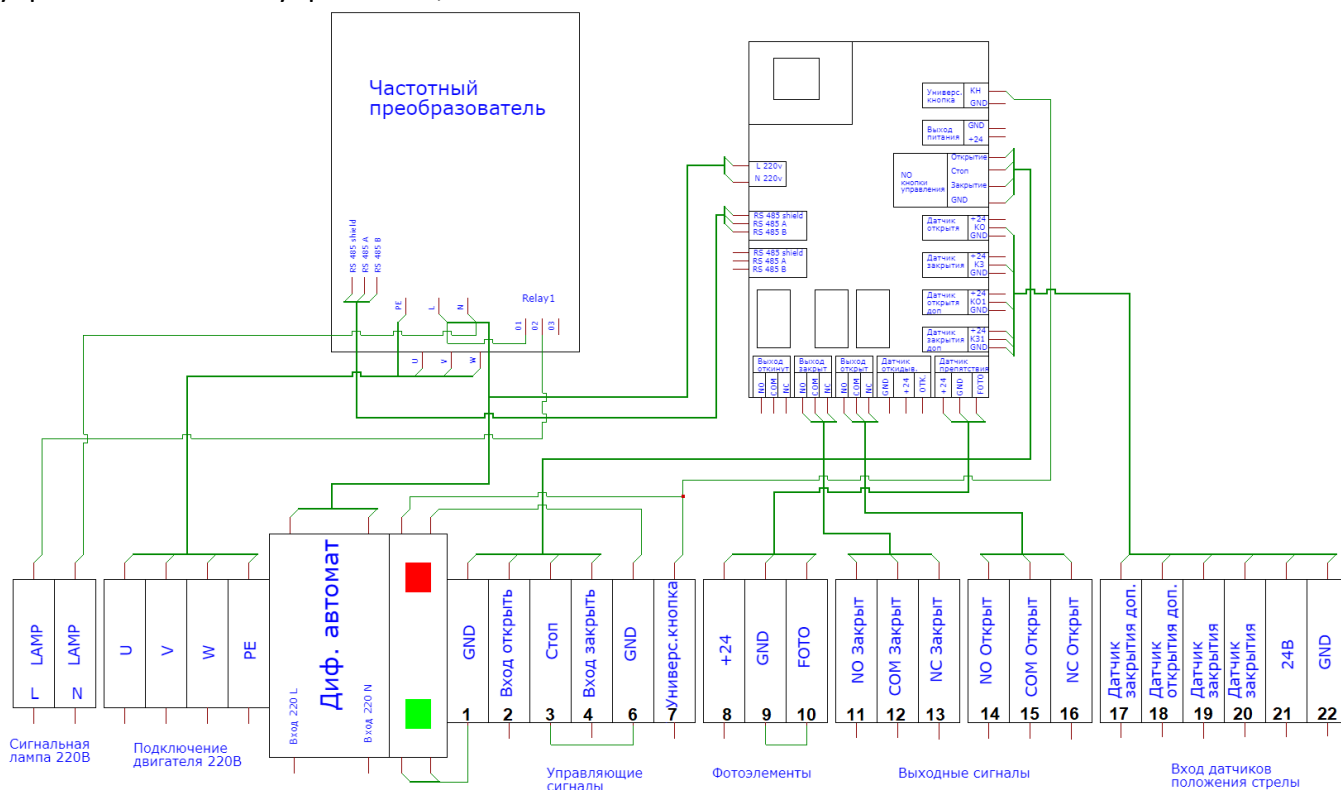

Рисунок 15
Все необходимые для работы шлагбаума коммуникации выведены на Сервисную Колодку управления в Блоке управления, Рис.15.
- Выключить электропитание шлагбаума Автоматическим выключателем в блоке управления (см. Рис.15)